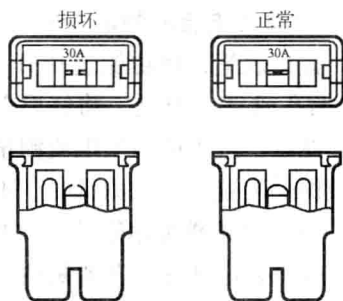

图 1-7 目测熔断器
(2) 在不使电路导通时, 可拆下熔断器, 目测熔断器的金属丝是否断开, 如图 1-7 所示。也可以检查熔断器阻值, 标准阻值小于 1 Ω 。
(3) 检查熔断器有无发热现象, 使用万用表在电路中电流通过时测量熔断器两个检查点, 检查是否存在电压降, 若存在电压降则说明接触不良。但还需注意, 无电压降并不代表熔断器输出端子与熔断器盒的接触就是良好的, 需要进一步检查从熔断器盒输出的电压。